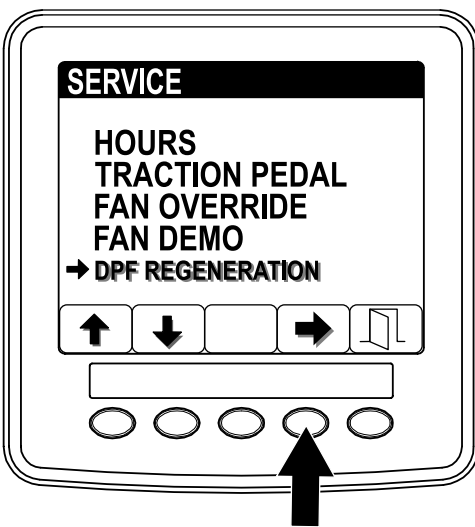

Figura 35
1. Acceda al menú Service (Servicio) y pulse los botones 1 o 2 para desplazarse hacia abajo, hasta la opción DPF REGENERATION (Regeneración de DPF) (Figura 35).
2. Pulse el botón 4 para seleccionar la opción DPF Regeneration (Regeneración de DPF) (Figura 35).